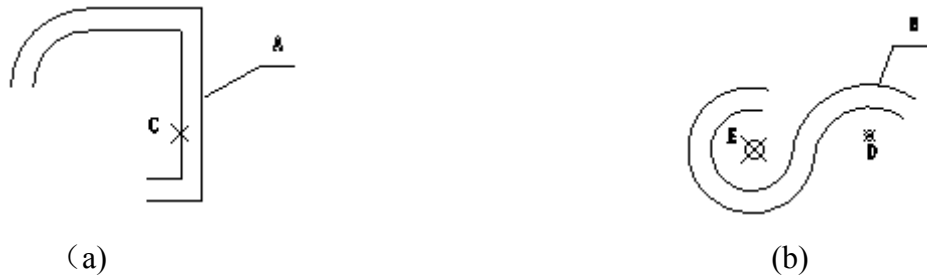

图 5-16 用 Offset 命令平移曲线
用 `Offset` 命令平移曲线 A 如图 5-16 (a) 和曲线 B 如图 5-16(b)。操作如下:
选择对象: 点选点 A, 如图 5-16 (a) 所示
选择对象: 点选点 B, 如图 5-16(b)
2) 偏移多段线时, 中望 CAD 2008 将偏移所在选定的形体控制点, 如果将某个顶点偏移 to 样条曲线或多段线的一个锐角内时, 则可能出现意想不到的后果。如图 5-16(b) 所示, 将偏移点指定在 E 处, 所得结果出人意料。